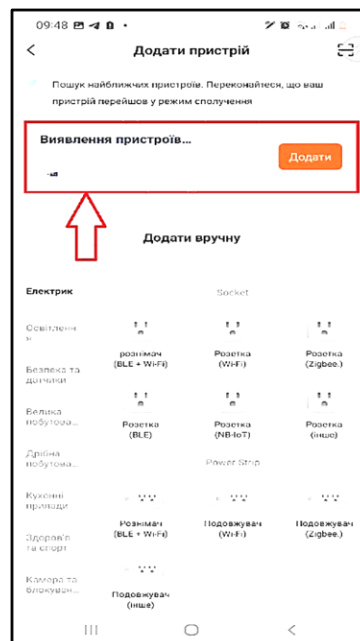

Рисунок 24
8.5. Повернутися на головну сторінку додатку (рис.24).